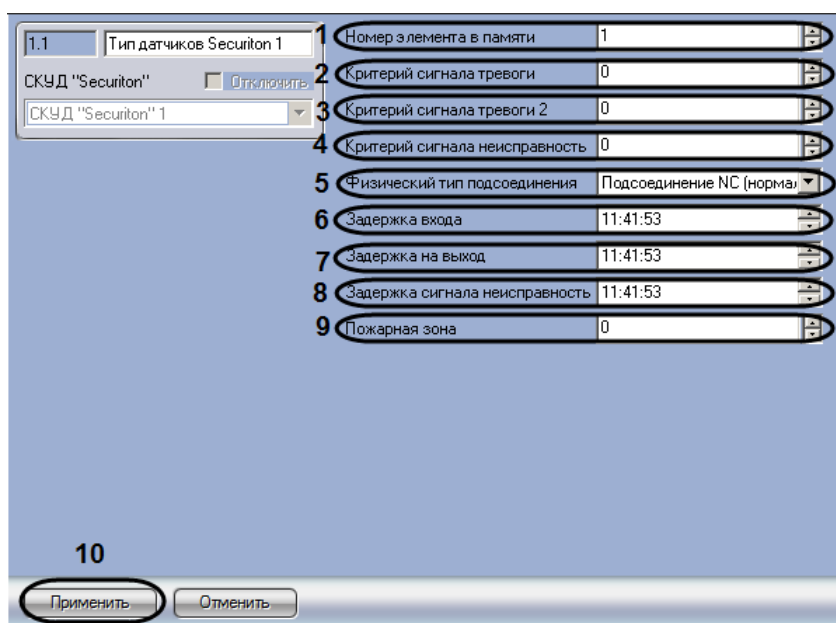

Рис. 3.4—7 Настройка типа датчиков Securiton
2. В поле **Номер элемента в памяти** ввести с помощью кнопок **вверх-вниз** уникальный среди объектов данного типа номер типа датчиков (см. Рис. 3.4—7, 1).
3. Ввести в поле **Критерий сигнала тревоги** с помощью кнопок **вверх-вниз** номер сообщения, посылаемого датчиком при активации шлейфа (см. Рис. 3.4—7, 2).